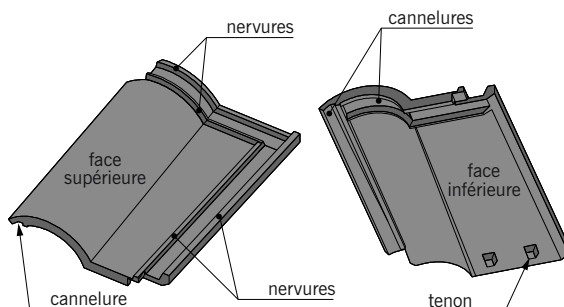

fig. 7.12
- La **tuile romane** (fig. 7.12 et 7.13).